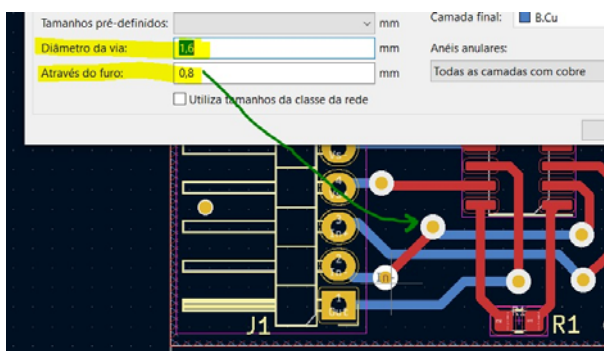

Figura 1
- Menor via testada para furos de 0,8mm: 1,6 mm (Figura 1);
- Para placas **dupla face**, ao confeccionar o layout PCB no *software* é necessário criar **furos de referência**, os quais servirão como referência na hora de espelhar a placa para a fresagem da face Bottom. São necessários 3 ou 4 furos no mínimo, e eles devem ser exatamente simétricos, isto é, devem possuir simetria na sua localização. Por exemplo, para uma placa de 50mm de largura e 100mm de comprimento, decide-se colocar 4 furos, um para cada canto com 5mm de distância da borda, no lado interno da placa, as coordenadas dos furos de referência deverão ser (5,5); (5,45); (95,5) e (95,45), exemplificação na figura 1.
- Nota-se também que no exemplo “a” da figura 1, a placa poderá ser invertida tanto na horizontal quanto na vertical, porém no exemplo “b” só poderá ser invertida na vertical, sendo esta uma notação importante para o momento do espelhamento do bottom no flatCAM, assim como, no momento da fresagem.